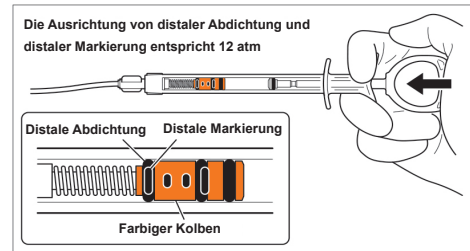

Abbildung 5: Ausrichtung von distaler Abdichtung und distaler Markierung
- d. Eine Testinflation des Systems durch Drücken des Kolbenstäbchens durchführen, bis die distale schwarze Abdichtung am orangefarbenen Kolben auf einer Höhe mit der distalen schwarzen Markierung an der Inflationsspritze ist (siehe Abbildung 5). Wenn Abdichtung und schwarze Markierung nicht auf einer Höhe sind, Inflationsspritze und Verlängerungsschlauch trennen und den Vorbereitungsvorgang wiederholen.
- a. Das Kolbenstäbchen der Inflationsspritze langsam drücken, um den Ballon aufzublasen. Der Druck sollte langsam (3–5 Sekunden) erhöht werden, bis sich der orangefarbene Kolben stabilisiert (distale schwarze Abdichtung des Kolbens erreicht die distale schwarze Markierung an den Inflationsspritze – siehe Abbildung 5). Wenn Abdichtung und Markierung nicht ausgerichtet werden können, den Ballon ablassen, die XprESS-Vorrichtung entfernen und eine Testinflation durchführen (wie in den Schritten 2.d und 2.e des Abschnitts Systemvorbereitung beschrieben). Die Ausrichtung der distalen Markierung mit der distalen Abdichtung wird sicherstellen, dass ein Druck von 12 atm erreicht wird.